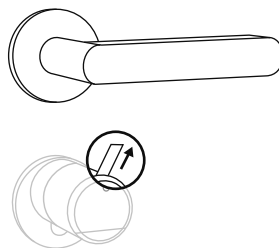

Abb. 126
- ⑧ Sofern noch nicht geschehen, entfernen Sie den Batterieschutzstreifen aus dem Batteriefach am Innenknäuf (Abb. 126).